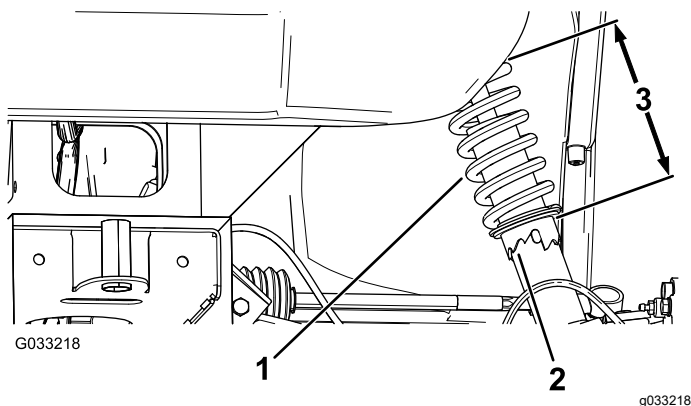

Рисунок 46
2. Если развал не отрегулирован, используйте ключ, чтобы повернуть кольцо на амортизаторе для выравнивания колеса (Рисунок 46).